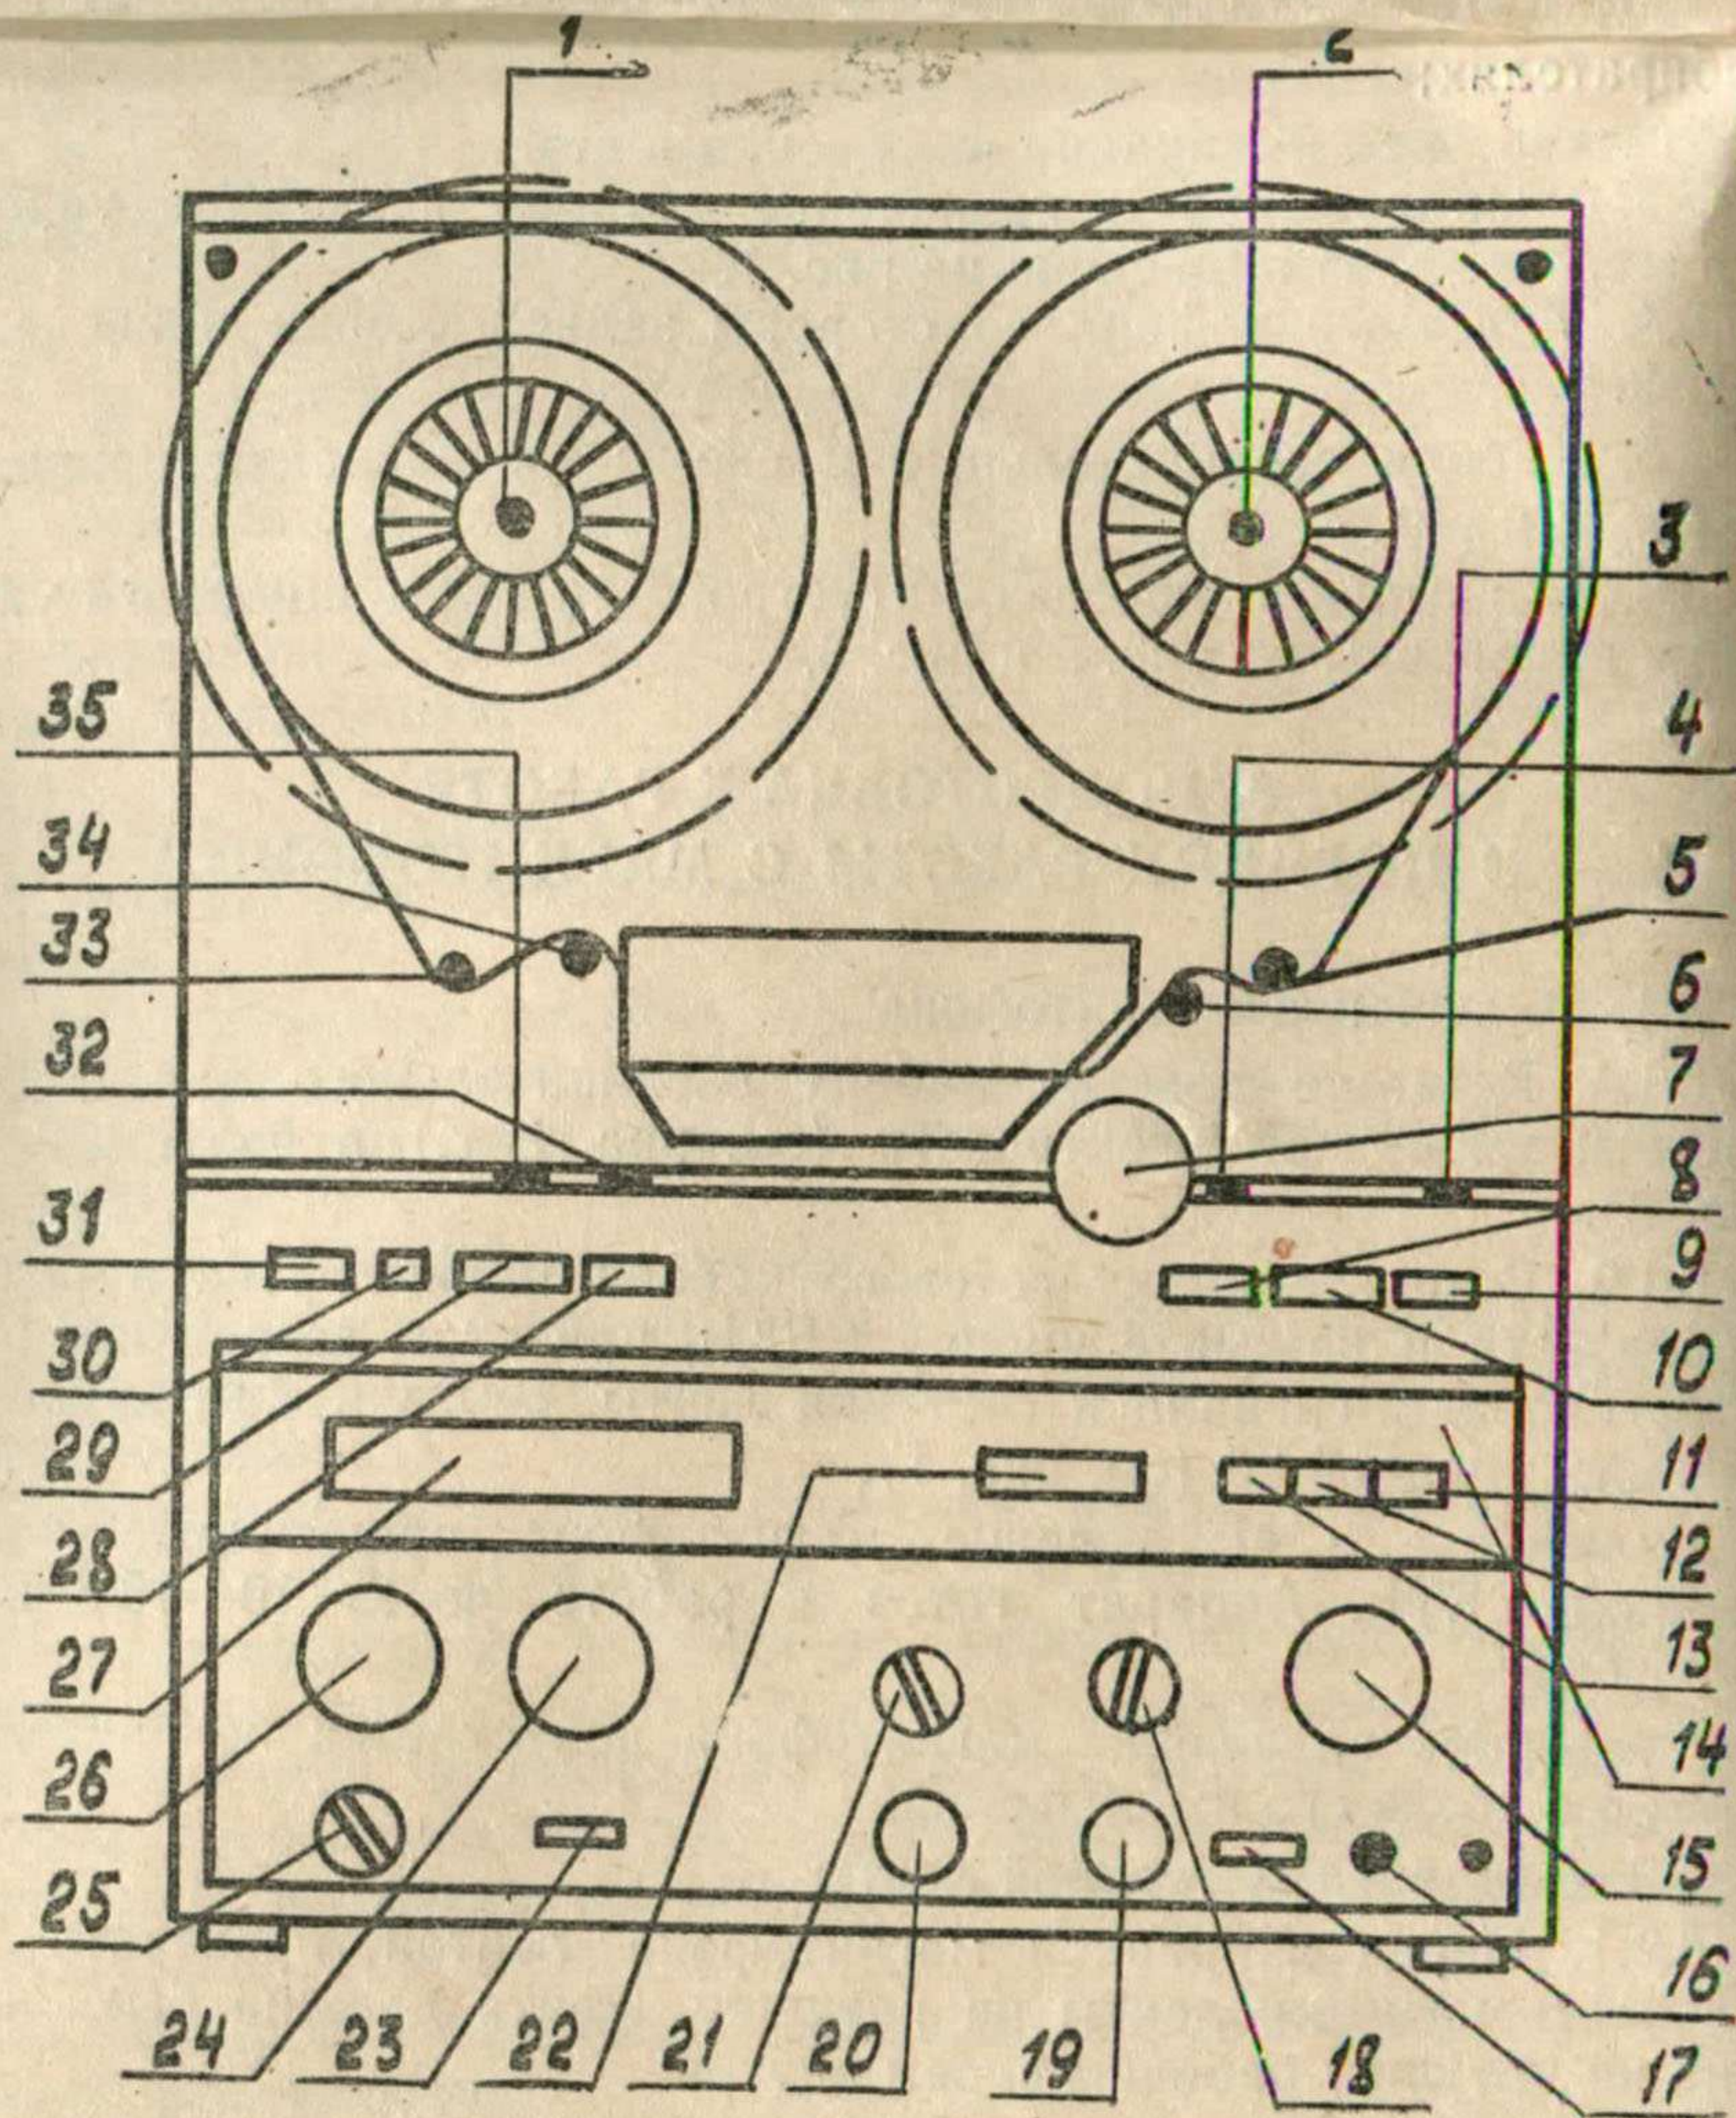

Рис. 1
5.3. Расположение и назначение деталей и органов управления магнитофона приведено на рис. 1.
6.1.2. Вставьте вилку сетевого кабеля магнитофона в розетку электросети и нажмите кнопку СЕТЬ, при этом засветятся индикаторы уровня сигнала и счетчика ленты. Включите нужную Вам скорость кнопкой 30 (см. рис. 1).
Вложите ленту в тракт движения ленты в лентопротяжном механизме в соответствии с рис. 1 (сплошная линия для катушки 18 и пунктирная для катушки 22).